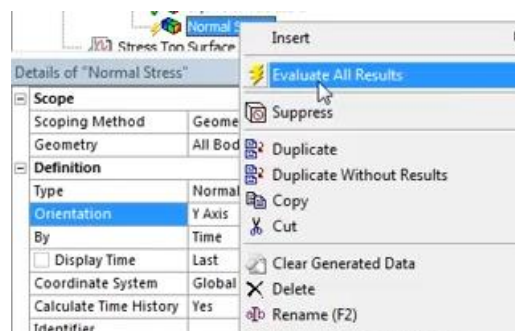

Рис. 27.
*Outline* → *Solution (A6)* → *Normal stress* → *Evaluate All Results* (рис. 27)